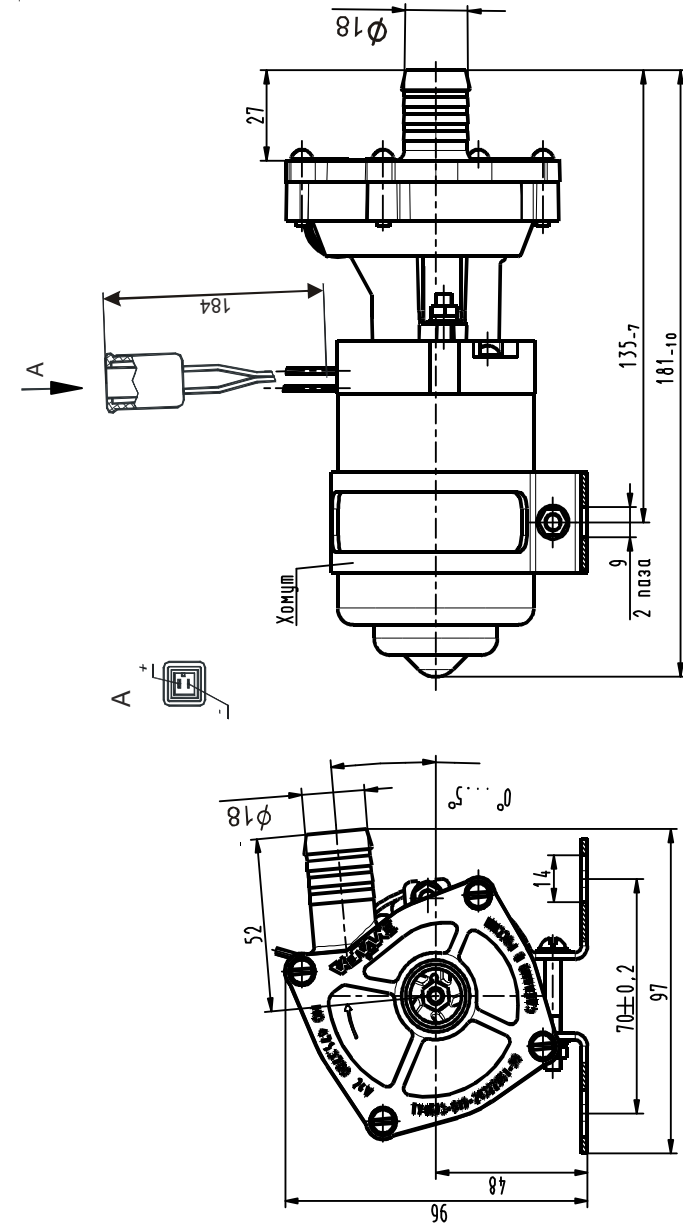

Рисунок 8 - Электронасос жидкостный
- жидкостного электронасоса (рисунок 8);
При включении подогревателя, топливо от насоса топливного электромагнитного плунжерного 12 поступает через втулку свечи накаливания 4 в горелку 2, смешивается с воздухом, подаваемым нагнетателем воздуха 3 через воздухоподводящий патрубок, и образованная смесь воспламеняется от раскаленной спирали свечи накаливания 4, после чего свеча отключается. Горение поддерживается за счет постоянного поступления топливовоздушной смеси, которая сжигается во внутренней (жаровой) трубе теплообменника. Раскаленные газы продуктов сгорания топлива нагревают стенки теплообменника, выполненного из четырех цилиндров, образующих наружную и внутреннюю жидкостные рубашки, омываемые охлаждающей жидкостью, которую с момента включения подогревателя подает жидкостный электронасос (рисунок 8).